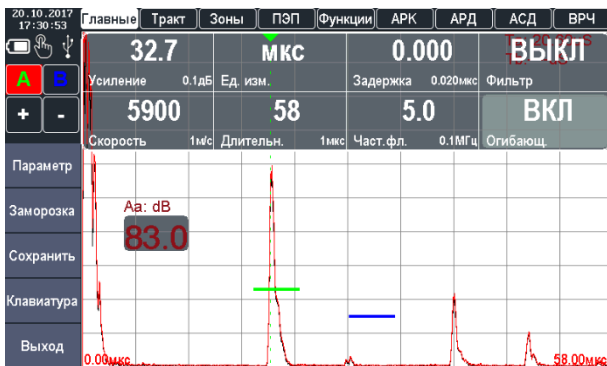

Рисунок 2.43 – Фиксация максимальной амплитуды сигнала в режиме огибающей
6. Включить режим огибающей («ОГИБ.») и зафиксировать максимальную амплитуду сигнала в зоне А от первого (ближнего) отражателя (рис. 2.43).